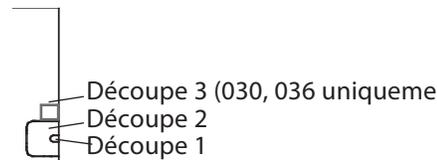

Fig. 17 – Retrait des découpes
- Utilisez une petite lame de scie pour enlever avec soin les capots en plastique situés sur les panneaux latéraux de l'appareil, et percez des trous du diamètre approprié à l'endroit où les tuyaux passent au travers du mur. Consultez la figure 17.